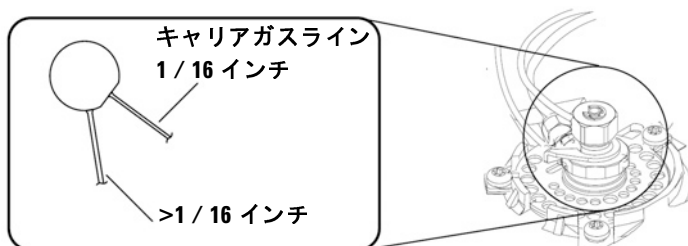

図 16 スプリット / スプリットレス注入口キャリアガスライン
- 2 図 16 のように、キャリアラインをスプリット / スプリットレス注入口に取り付けます。